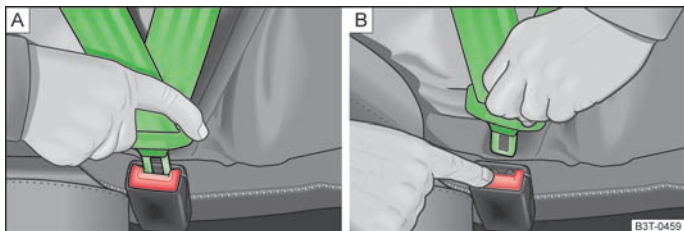

Abb. 138 Sicherheitsgurt anlegen / ablegen
- Die Schloßzunge in das zum Sitz gehörende Gurtschloß » Abb. 138 -  stecken, bis diese hörbar einrastet.
- Die rote Taste im Gurtschloß » Abb. 138 -  drücken, die Schloßzunge springt heraus.